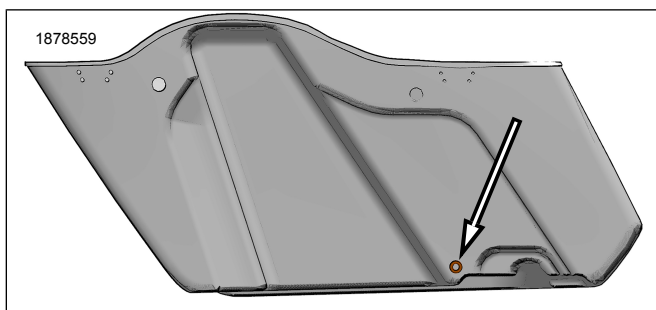

Figure 2. Emplacement du perçage du trou inférieur de la sacoche
2. Figure 2 Percer le passage de faisceau inférieur de la sacoche.